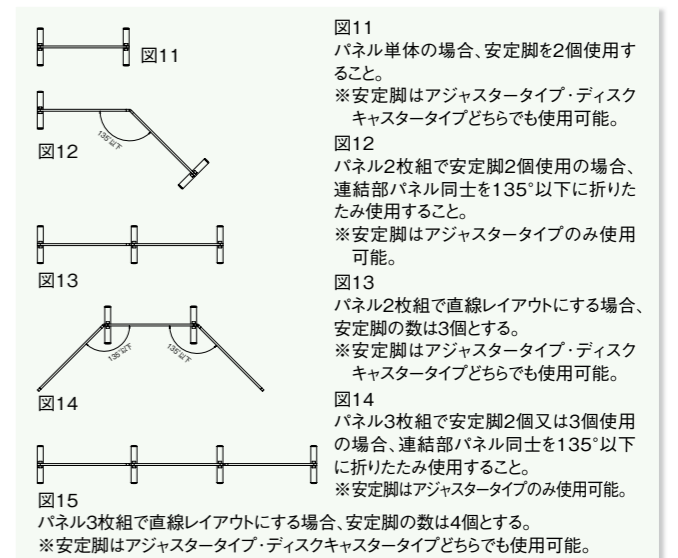

図11
- 使用の際は、図11～図15に示す各条件を必ずお守りください。